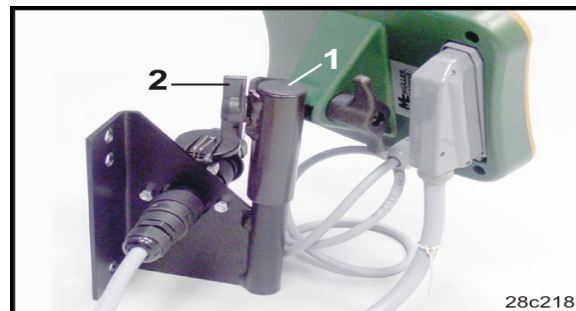

Fig. 67
1. Introduceți contrapiesa (Fig. 67/1 în consolă și strângeți-o cu piulița-fluture (Fig. 67/2).